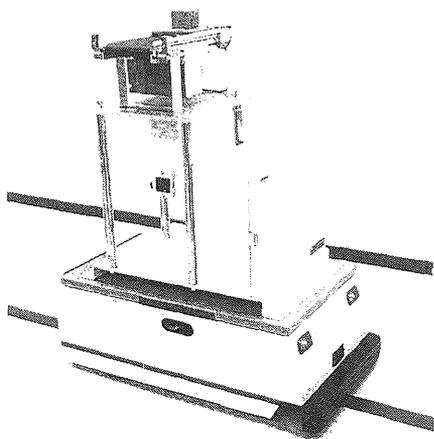

図4 無人搬送車の外観
④無人搬送車：図4に外観を示す。AGVともいい、ワーク移載用コンベアと、各セルのワーク移載用コンベア間でパレットの移送を行う。